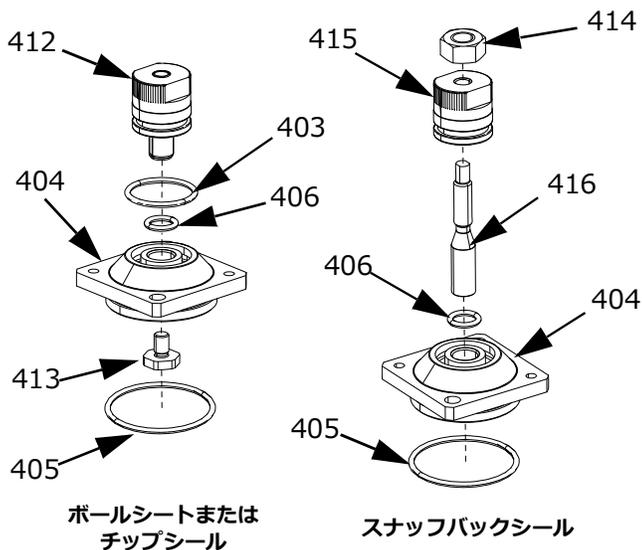
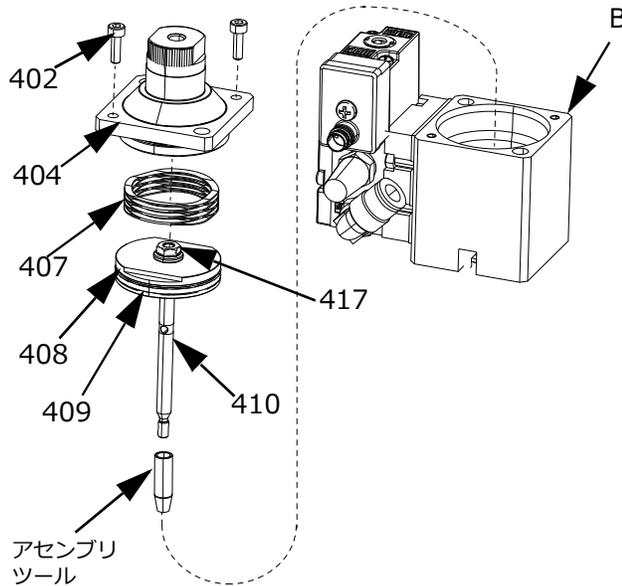

図 21
図 22
1. ボールシートまたはチップシールのアセンブリのあるバルブでエアシリンダーキャップ (404) のアセンブリを行うには：
- a. Oリング (403) をノブアセンブリ (412) に取付けます。Oリング (406) をエアシリンダーキャップ (404) に取付けます。図 21。
- b. ノブアセンブリ (412) の Oリング (403) にグリースを塗って、エアシリンダーキャップ (404) にネジで固定します。図 21。
- c. 付属の青い嫌気性接着剤をアジャスターストレッド (413) に塗布し、ノブアセンブリ (412) にねじ込みます。8-10 in-lbs (0.90 - 1.2 N•m) のトルクで締めます 図 21。
2. スナッフバックチップアセンブリのあるバルブでエアシリンダーキャップ (404) のアセンブリを行うには：
- a. Oリング (406) をエアシリンダーキャップ (404) に取付けます。ロッドアダプタ (416) をエアシリンダーキャップ (404) に挿入してください。図 21。
- b. Oリング (405) をエアシリンダーキャップ (404) に取付けます。図 21。
- c. ノブアセンブリ (415) とロックナット (414) をロッドアダプタ (416) ヘネジで留めます。図 21。
3. ボールシートまたはチップシールのアセンブリのあるバルブでエアセクション (B) のアセンブリを行うには：
- a. ひっかき傷、カット、摩耗がある場合、ピストン Oリング (408) を交換してください。図 22。
- b. ピストンロッド (410) のチップにアセンブリツールを施してから、エアセクション (B) を挿入してください。図 22。
- d. ピストン (409) の上部にスプリング (407) を取付けてください。図 22。エアシリンダーキャップ (404) を交換し、ネジ (402) を挿入してください。エアシリンダーキャップ (404) を下に押し、スプリング (407) を圧縮してください。8-10 インチポンド (0.90 - 1.12 N•m) のトルクで締めます。